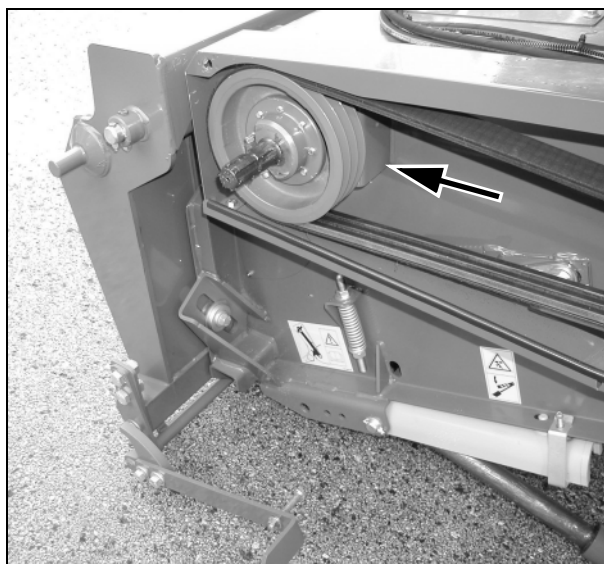

Рис. 12
8.) ПЕРЕДНИЙ ВАЛ ЭЛЕВАТОРА СОЛОМЫ (левая сторона) - Рис. 12